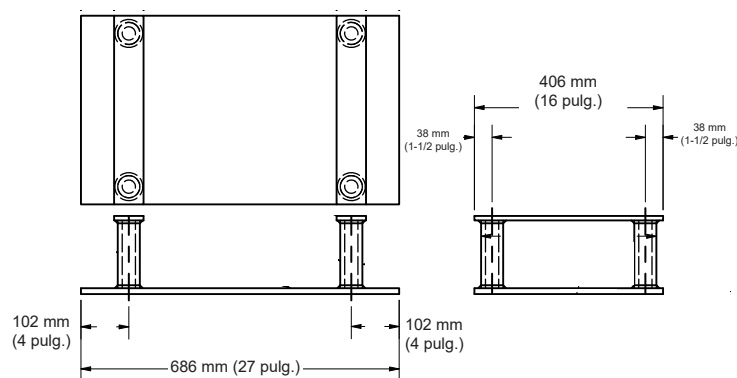

Figura 15
- **Método de empotramiento en entrada (n.º de pieza 7953-0195, Figura 15)**